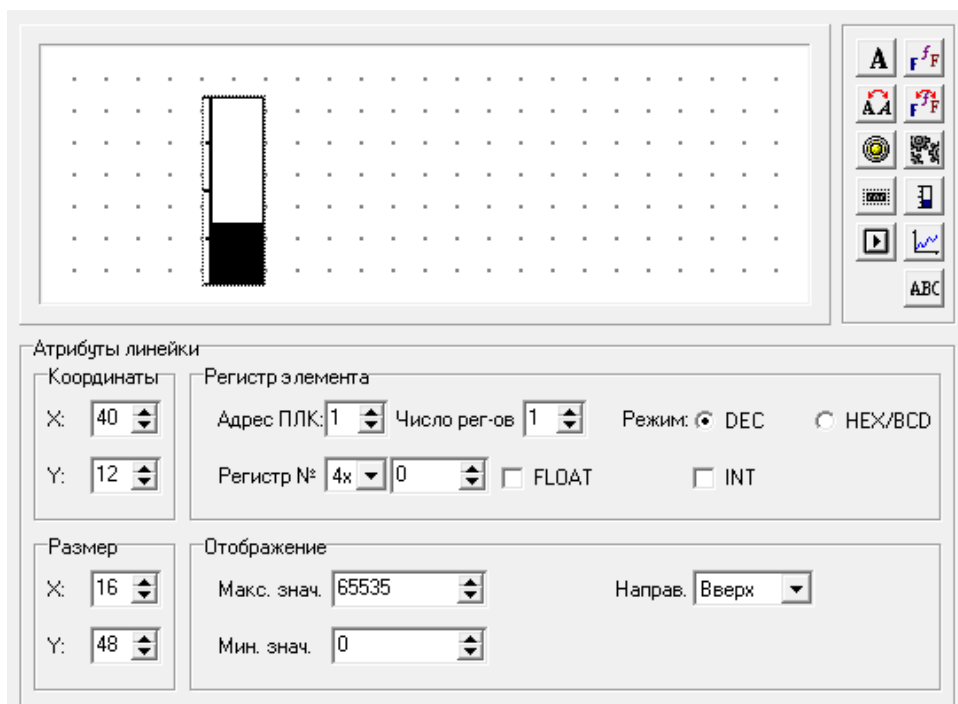

Рисунок 4.17 – «Линейка»
1. Нажать кнопку . Откроется область задания параметров «линейки» (см. рисунок 4.17).